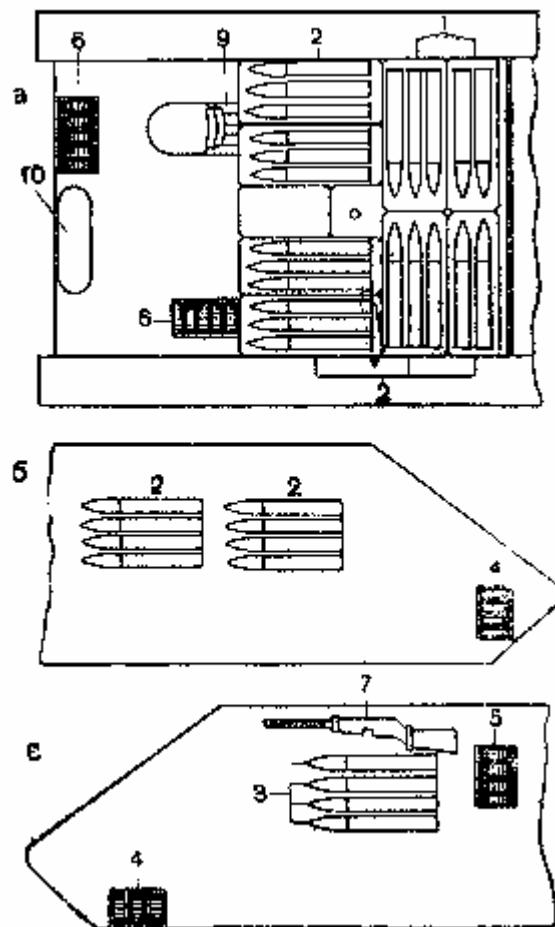
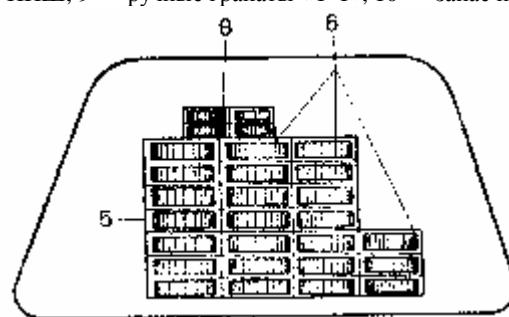

Рис.49. Укладка боеприпасов в корпусе танка:
Рис. 50. Укладка пулемётных дисков в задней части башни танка:
В танке размещается: 100 снарядов (бронебойных — 21 шт., осколочно-фугасных — 75 шт. и подкалиберных — 4 шт.), 50 пулемётных дисков (3150 патронов, из которых: бронебойных — 540 шт., трассирующих — 510 шт. и с легкой пулей — 2100 шт.), 1 пистолет-пулемёт ППШ, 4 магазина к нему и 25 ручных гранат «Ф-1» (рис. 49 и 50).
Для укладки снарядов на полу боевого отделения оборудовано 8 специальных ящиков, в которых размещают 86 снарядов, из них 19 бронебойно-трассирующих 1 (рис. 49) и 67 осколочно-фугасных 2; остальные 14 снарядов размещены так: 2 бронебойно-трассирующих 1 — в кассетах на крышке ящика в правом заднем углу боевого отделения, 8 осколочно-фугасных 2 — на левом фальшборте в боевом отделении и 4 подкалиберных 3 — в кассетах на правом фальшборте.
Пулеметные патроны укладываются в дисковые магазины, которые размещаются так: 7 дисков с легкой пулей — в отделении управления, в носовой части 4 (рис. 49); 11 дисков с бронебойными и трассирующими пулями (совместно) 5: на правом фальшборте — 4 диска и в задней части башни — 7 дисков; 15 дисков с лёгкими и трассирующими пулями (совместно) — в отделении управления 6 (рис. 49) и 17 дисков с легкими и трассирующими пулями (совместно) 6 (рис. 50) — в задней части башни. Пистолет-пулемет ППШ крепится на правом фальшборте 7 (рис. 49) двумя ремешками, а патроны к нему в 4 магазинах укладываются в сумках на укладке пулемётных дисков в задней части башни, 8 (рис. 50).
Ручные гранаты «Ф-1» в количестве 25 шт. укладываются в сумках за спинкой сиденья радиста 9 (рис. 49).
- 3) запас продовольствия: 20 суточных дач (укладываются в двух вещевых мешках, в носовой части танка 10 (рис. 49);